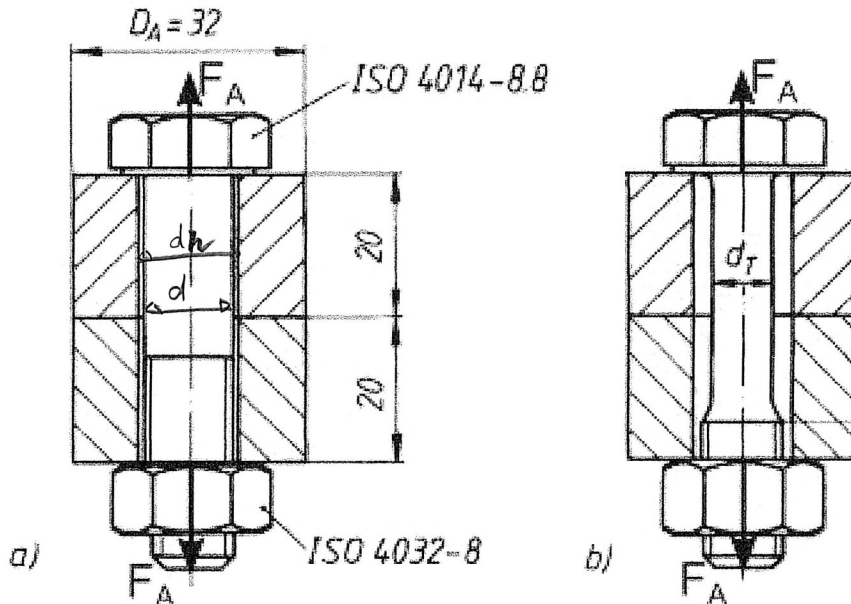

Abbildung 2.1: Durchsteckverbindung von zwei Platten mit Schaft- und Dehnschraube
f) **Sicherheit gegen Dauerbruch (2,5 Punkte)** Gehen Sie nun davon aus, dass die Schafschraube durch die Dehnschraube (rechts in Abb. 2.1) ersetzt wurde. Alle bisher berechneten Größen bleiben erhalten. Falls erforderlich, sind der Tailendurchmesser d_T und der Spannungsdurchmesser d_S oben gegeben. Gesucht ist die Sicherheit gegen Dauerbruch, wenn die Betriebskraft F_A wie gehabt zwischen 4 und 16 kN anschwilt. Rechnen Sie mit der gegebenen zulässigen Amplitudenspannung $\sigma_{a,zul}$.